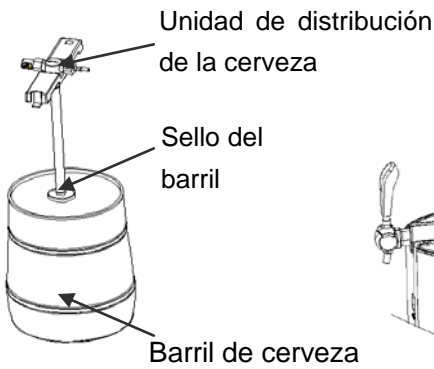

Figura 10
2. dirigir rectamente la punta perforadora contra el sellador en la parte superior central del barril (tal vez usted necesite arrancar el anillo marcado o cambiar a un sellante adecuado), presione la punta perforadora / levantador de barril para empujar el sellador y luego empuje la punta perforadora y sumerja todo en el barril rápidamente. Debe montar el mecanismo del grifo hasta que escuche un sonido que indicará las correcciones del mecanismo del grifo en el barril de cerveza. (Demostración como la figura 10)